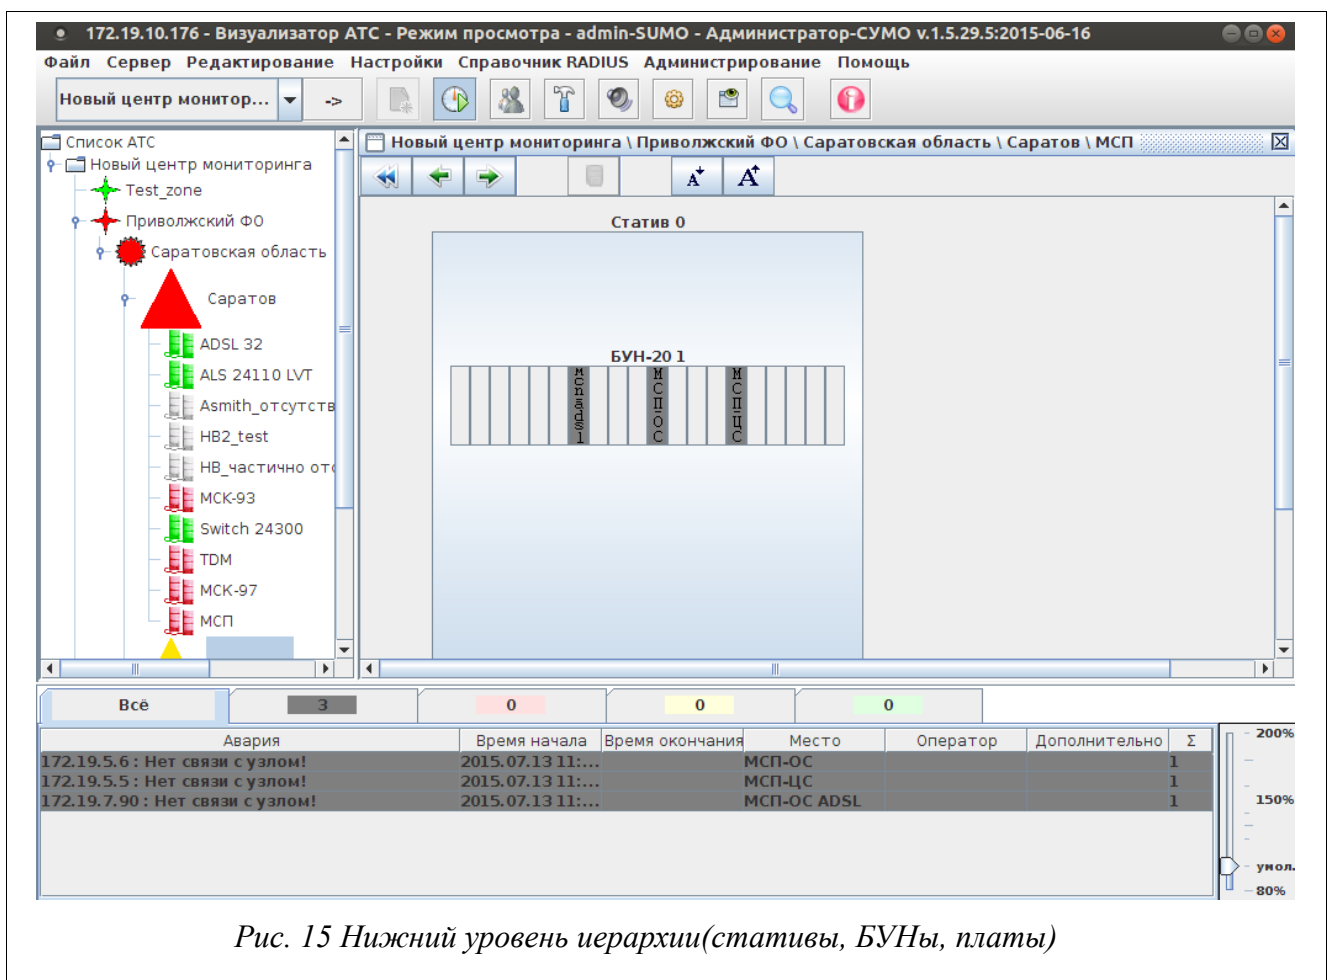
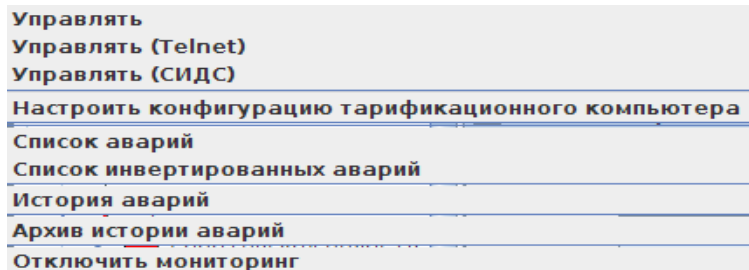

Рис. 15 Нижний уровень иерархии(стативы, БУНы, платы)
Рис. 24 Контекстное меню платы АСМ-М
в иерархии (Рис. 15 Нижний уровень иерархии(стативы, БУНы, платы)).
- «Открыть» - открыть отображение экрана мониторинга выбранного элемента в текущем окне, т.е на главном виде будет отображено содержимое объекта, на котором был произведен клик. На нижнем уровне иерархии (Рис. 15 Нижний уровень иерархии(стативы, БУНы, платы)) данный пункт меню отсутствует. Вместо него появляются пункты управлять (Рис. 24 Контекстное меню платы АСМ-М). Нажатие на такие пункты вызывают дочерние программы. Подробнее смотрите в пункте Управление оборудованием данного руководства.